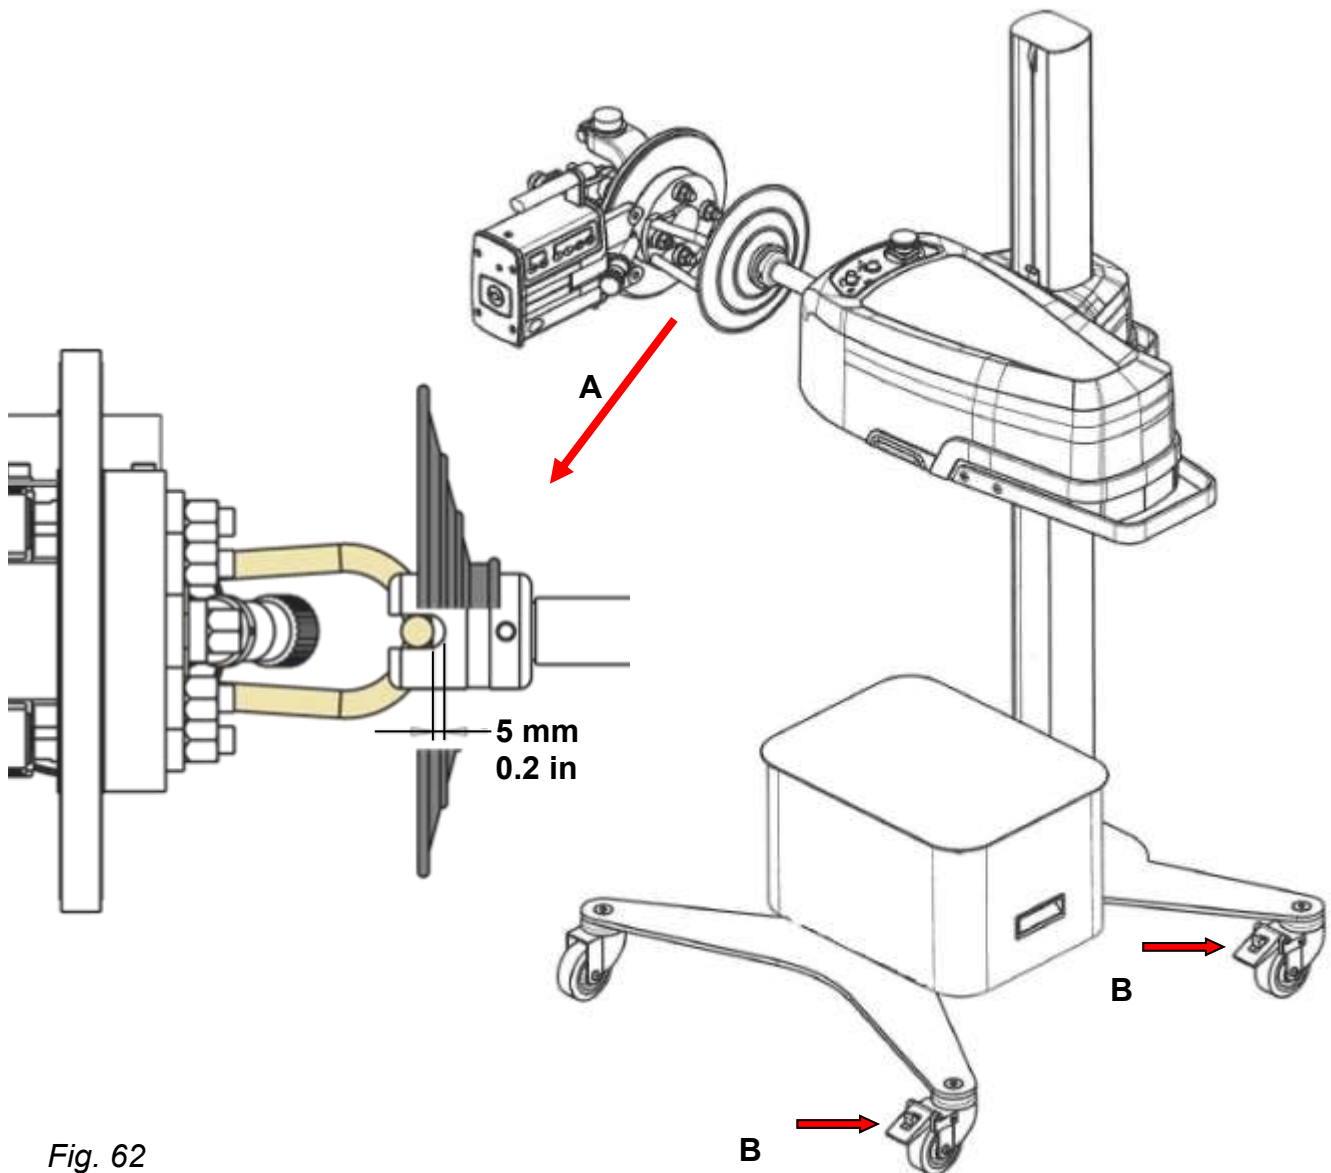

Fig. 62
4. Fazer deslizar a forquilha sobre o rolamento fazendo com que permaneça um espaço de 5 mm (0,2") entre ambos, conforme a fig. 62 A. A forquilha deverá indicar o meio do cubo.
5. Roda(s) traseira(s) standard: bloquear o travão, fig. 62 B.